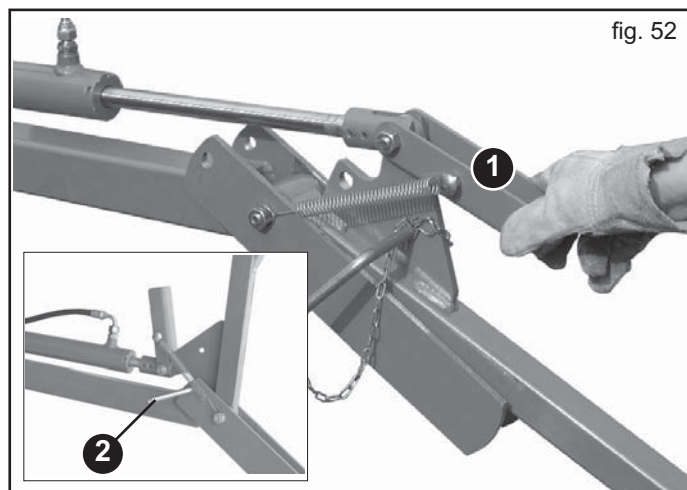

fig. 52
- 2) Sollevare la staffa di fermo (1, Fig. 52).
- 3) Azionare l'impianto oleodinamico per sollevare completamente l'erpice copriseme in posizione di trasporto, bloccandolo con i chiavistelli di sicurezza (2, Fig. 52) ed assicurarli con le apposite copiglie. **I chiavistelli di sicurezza vanno inseriti dall'interno macchina verso l'esterno, contrariamente verrebbero danneggiati dal sollevamento del carrello posteriore.**